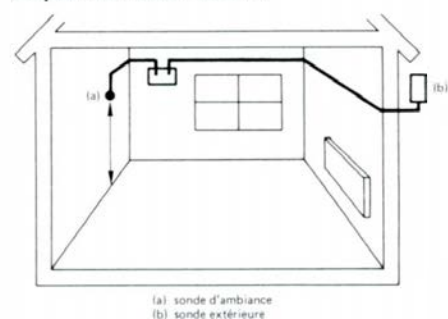

fig. 9
- **emplacement des sondes** (fig. 9) :